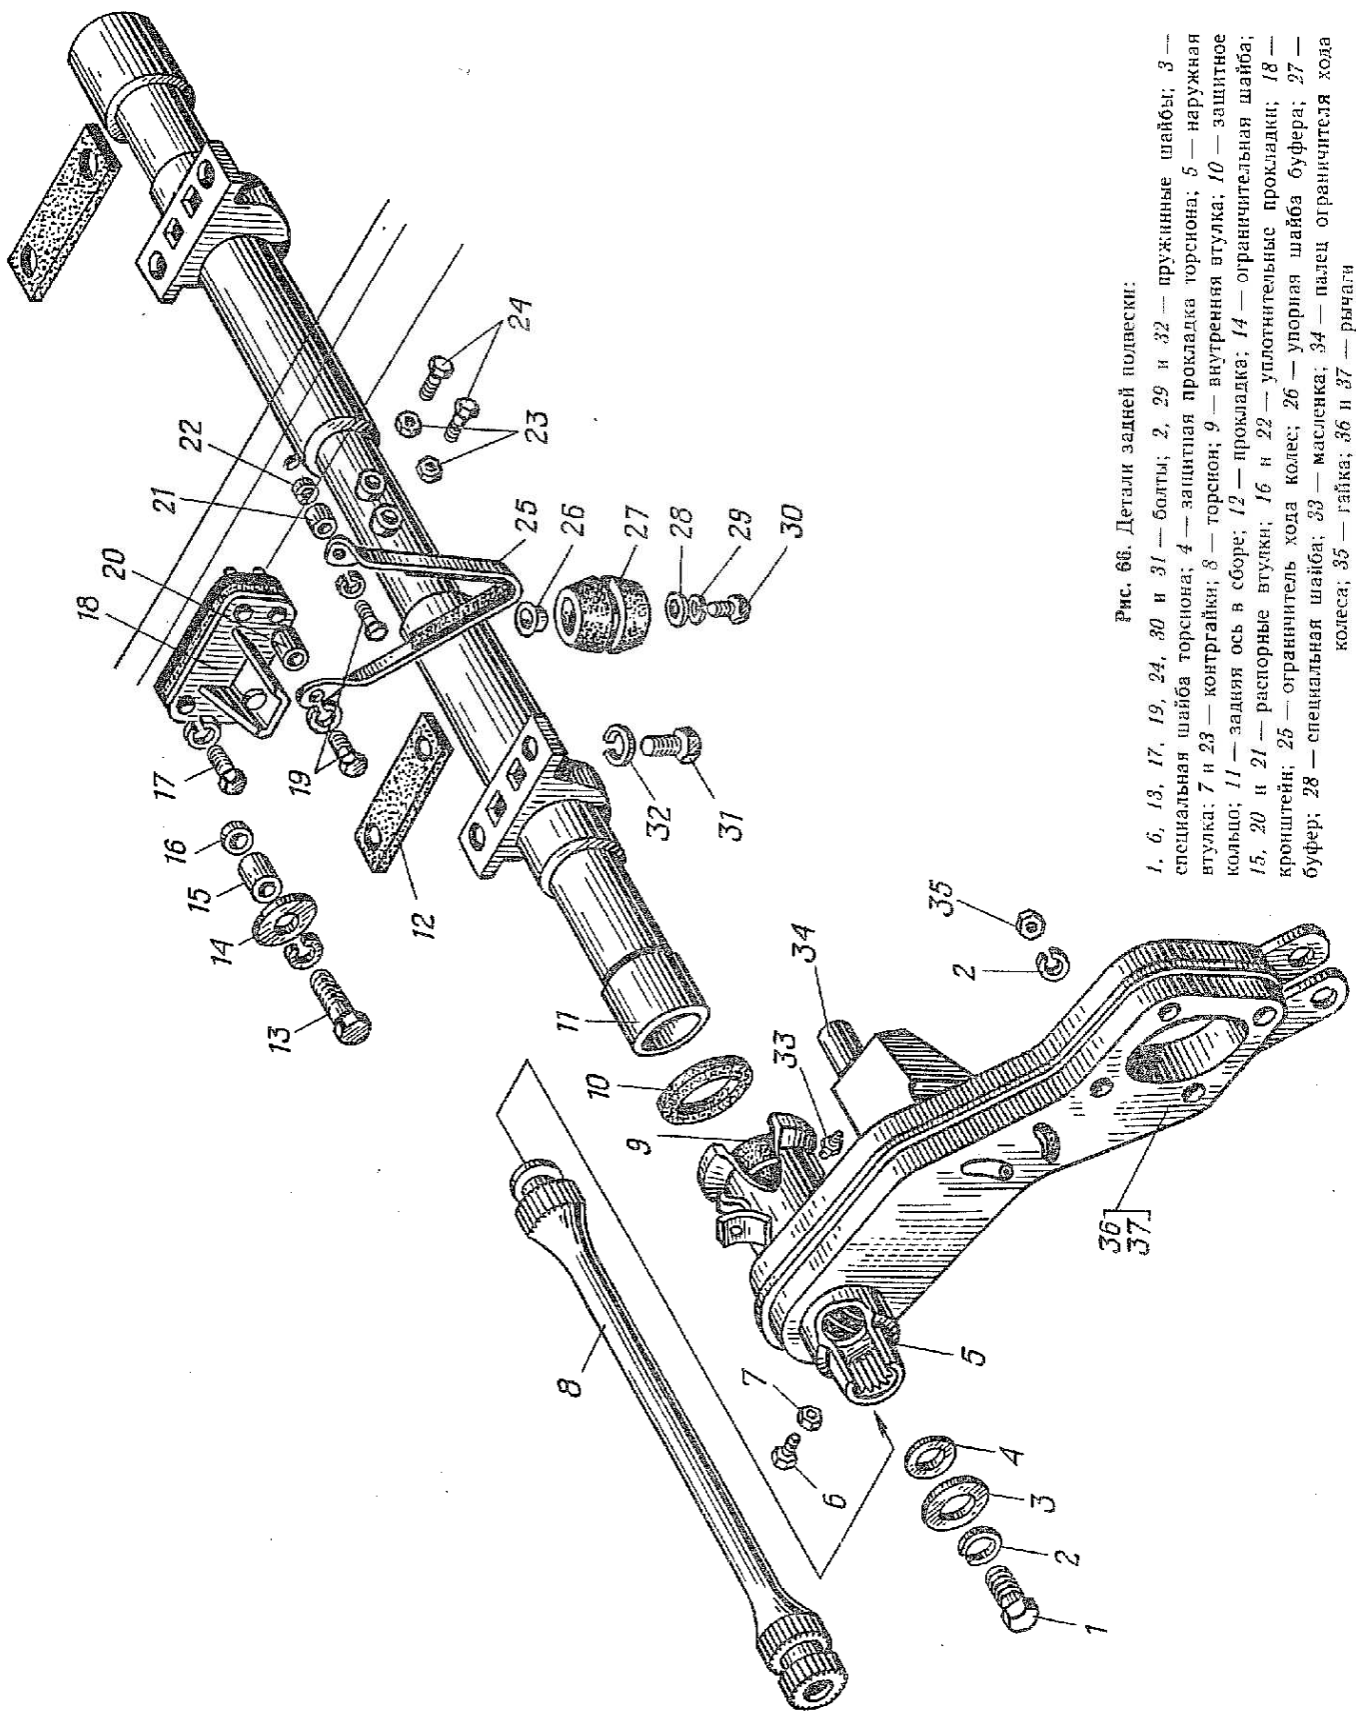

Рис. 66. Детали задней полвески:
1.10. Отвернуть болты 19 (рис. 66) крепления ограничителей хода задних колес, снять ограничители 25, распорные втулки 20 и 21 и уплотнительные прокладки 22 (ключ 17).
1.12. Отвернуть болты 31 (рис. 66) крепления задней подвески, опустить подвеску и снять прокладки 12 с кронштейнов оси подвески (головка 22, вороток).
2.2. Установить на кронштейны оси подвески прокладки 12 (рис. 66), совместить отверстия кронштейнов оси и рамы и закрепить ось подвески болтами 31 с пружинными шайбами 32 (головка 22, вороток, рукоятка динамометрическая).
2.4. Закрепить ограничители 25 (рис. 66) хода задних колес болтами 19 с пружинными шайбами, установив распорные втулки 20 и 21 и уплотнительные прокладки 22 под втулки 21 (ключ 17, головка 17, рукоятка динамометрическая).
1.9.7. Отвернуть болт 1 (рис. 66), снять специальную шайбу 3 и защитную прокладку 4 (ключ 17).
3.2.2. Ввернуть болт 13 (рис. 66) крепления ограничительной шайбы, ограничивающей осевое смещение рычага, установив на болт пружинную шайбу,